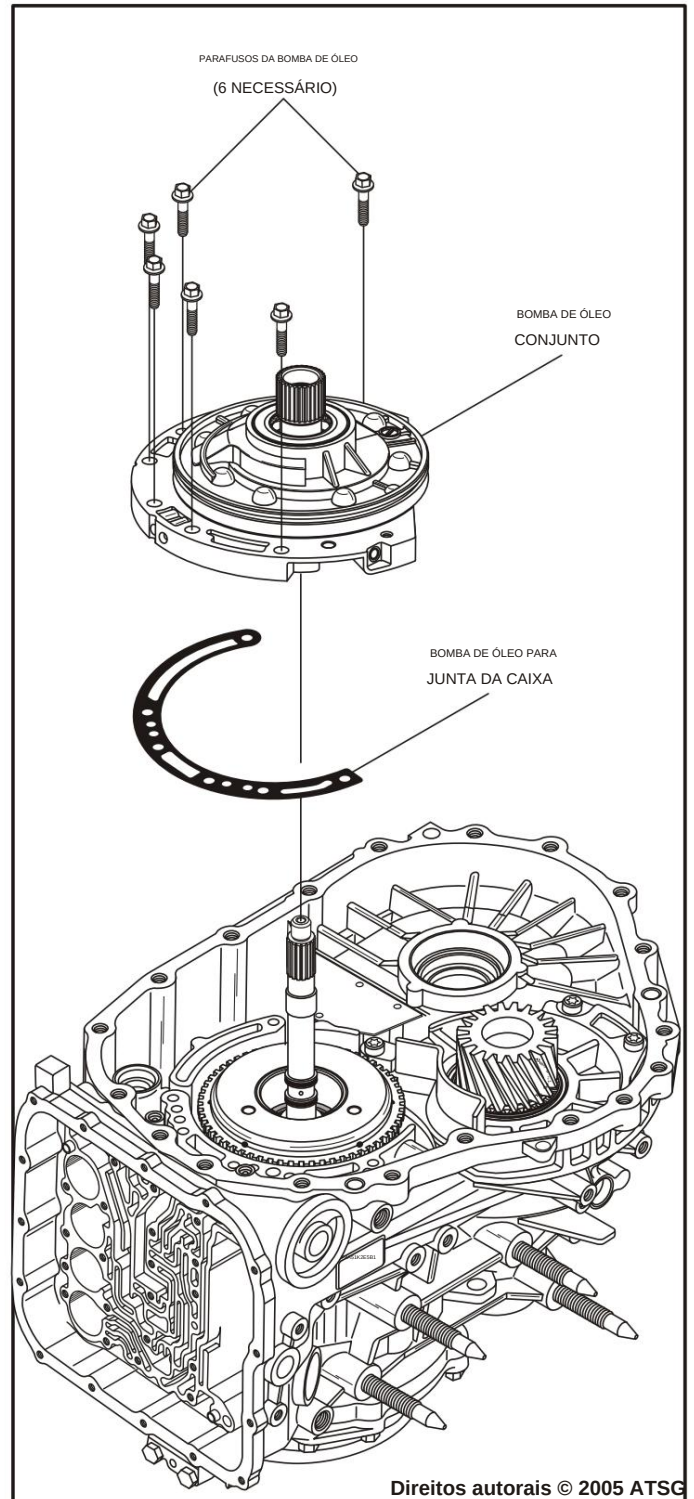

Figura 40
26. Remova os seis parafusos de fixação da bomba de óleo, conforme mostrado na Figura 40 e remova a bomba de óleo conjunto.
28. Remova e descarte a bomba de óleo para a caixa junta, conforme mostrado na Figura 40.